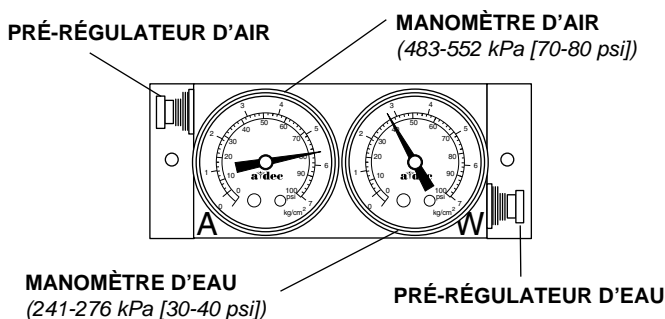

Figure 19. Réglage de la pression d'air et d'eau
5. S'il est nécessaire de régler la pression de l'air ou de l'eau, tourner le bouton du pré-régulateur concerné (voir figure 19) :